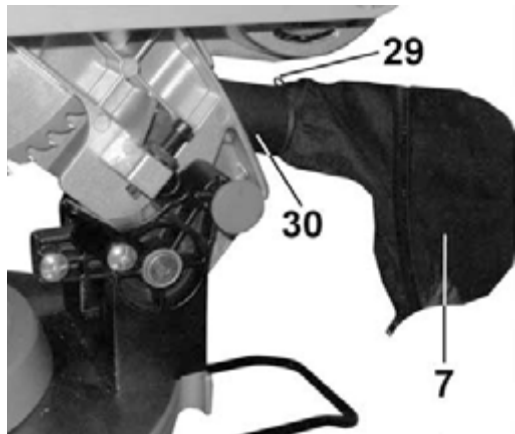

Рис.6
8.3.2. Установите пильный диск (14) в соответствии с последовательностью, указанной на Рис.6, так, чтобы зубья пильного диска (14) были направлены вниз в передней части пилы. На шпиндель (36) установите внутренний фланец (34), переходное кольцо (33) и пильный диск (14) с соответствующим посадочным диаметром. Установите наружный фланец (32). Закрутите болт (31) вращением против часовой стрелки, удерживая кнопку (40) в нажатом положении для фиксации шпинделя (36). Установите и закрепите защитный кожух (13). После установки пильного диска (14) при первом включении и при последующей работе не находитесь в плоскости вращения пильного диска (14).